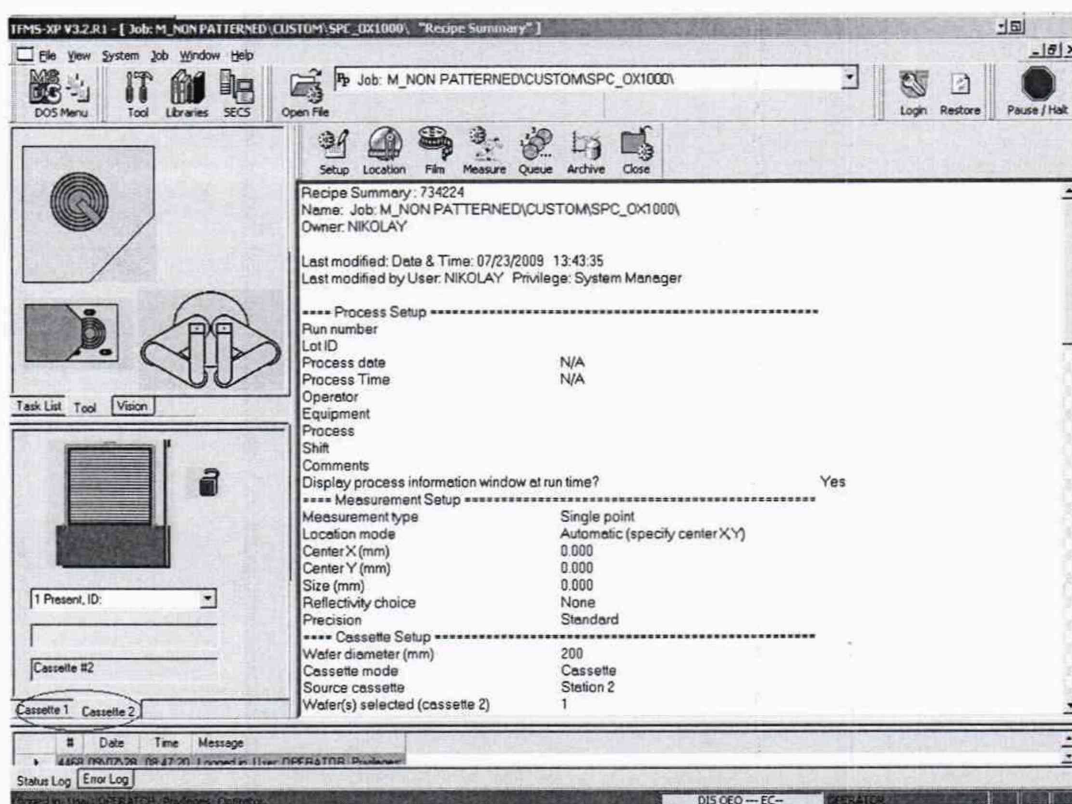

Рисунок 6
8.7.5. Кликните мышкой вкладку «Cassette1» или «Cassette2» (рисунок 6) в зависимости от того, на какой порт установлен контейнер с пластинами. Правой клавишей мыши нажмите на пиктограмму «кассета».